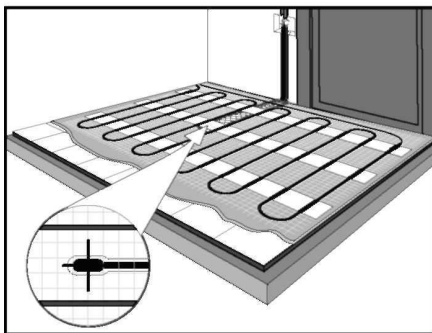

Рис. 4
9) Уложите нагревательный мат. Проследите, чтобы место расположения датчика температуры оказалось на равном расстоянии между витками нагревательного кабеля (рис. 4).